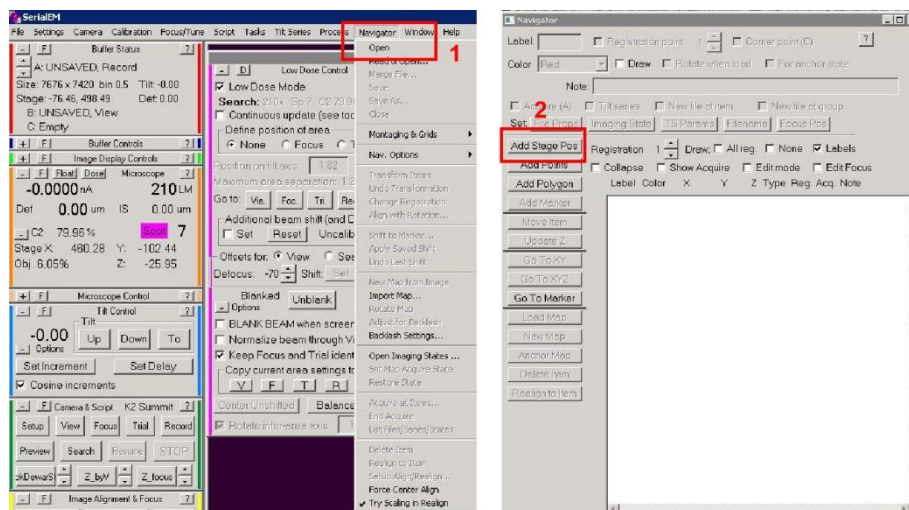

图 21
①在 SerialEM 菜单栏 navigator-> open 打开 navigator 见图 21。
②Go to 所 Add 的一个 Square 位置, 使用操纵杆移动 Square 的四个角至视野中央 (顺时针加点), 依次点击 Add Stage Pos, 每一个 Add Stage Pos 后, 都需要点击键盘上字母 C。